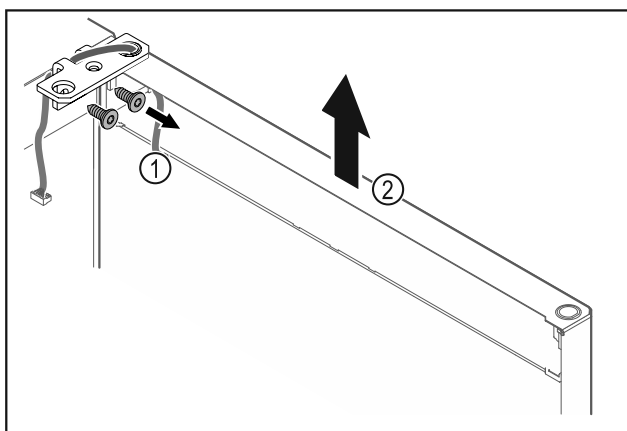

Fig. 22
- ▶ Scharnierwinkel Fig. 22 (1) abschrauben.
- ▶ Tür inklusive Scharnierwinkel Fig. 22 (2) circa 200 mm gerade nach oben heben und abnehmen.